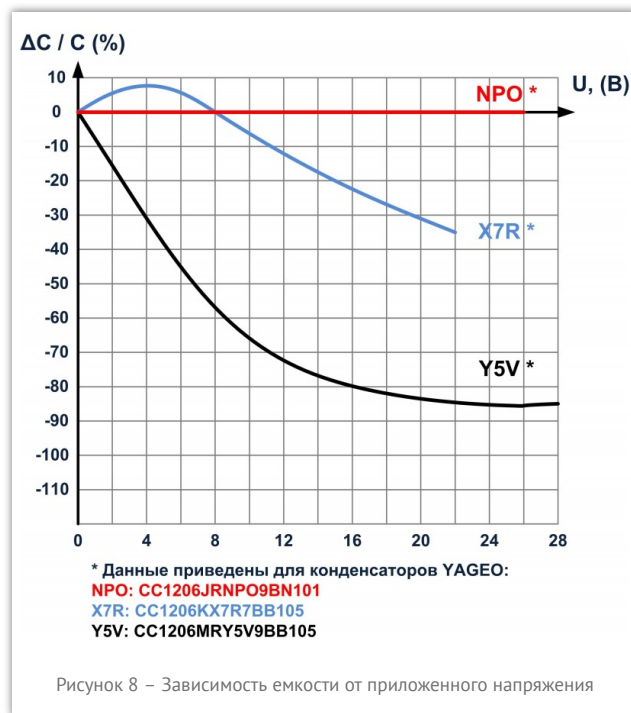

Рисунок 8 – Зависимость емкости от приложенного напряжения
**Эффект смещения при постоянном токе (DC-bias)** представляет собой зависимость величины емкости от приложенного напряжения. Как было сказано выше, конденсаторы 2 класса используют в качестве диэлектрика  $\text{BaTiO}_3$ , который является ферромагнетиком и имеет доменную структуру. Внутри домена все электрические диполи полярного диэлектрика сориентированы одинаково. Но направления поляризации соседних доменов могут отличаться. При приложении внешнего напряжения происходит ориентация доменов по приложенному полю. В результате диэлектрическая проницаемость изменяется. Однако зависимость является нелинейной (рисунок 8). Для конденсаторов 1 класса эффект смещения при постоянном токе практически полностью отсутствует.